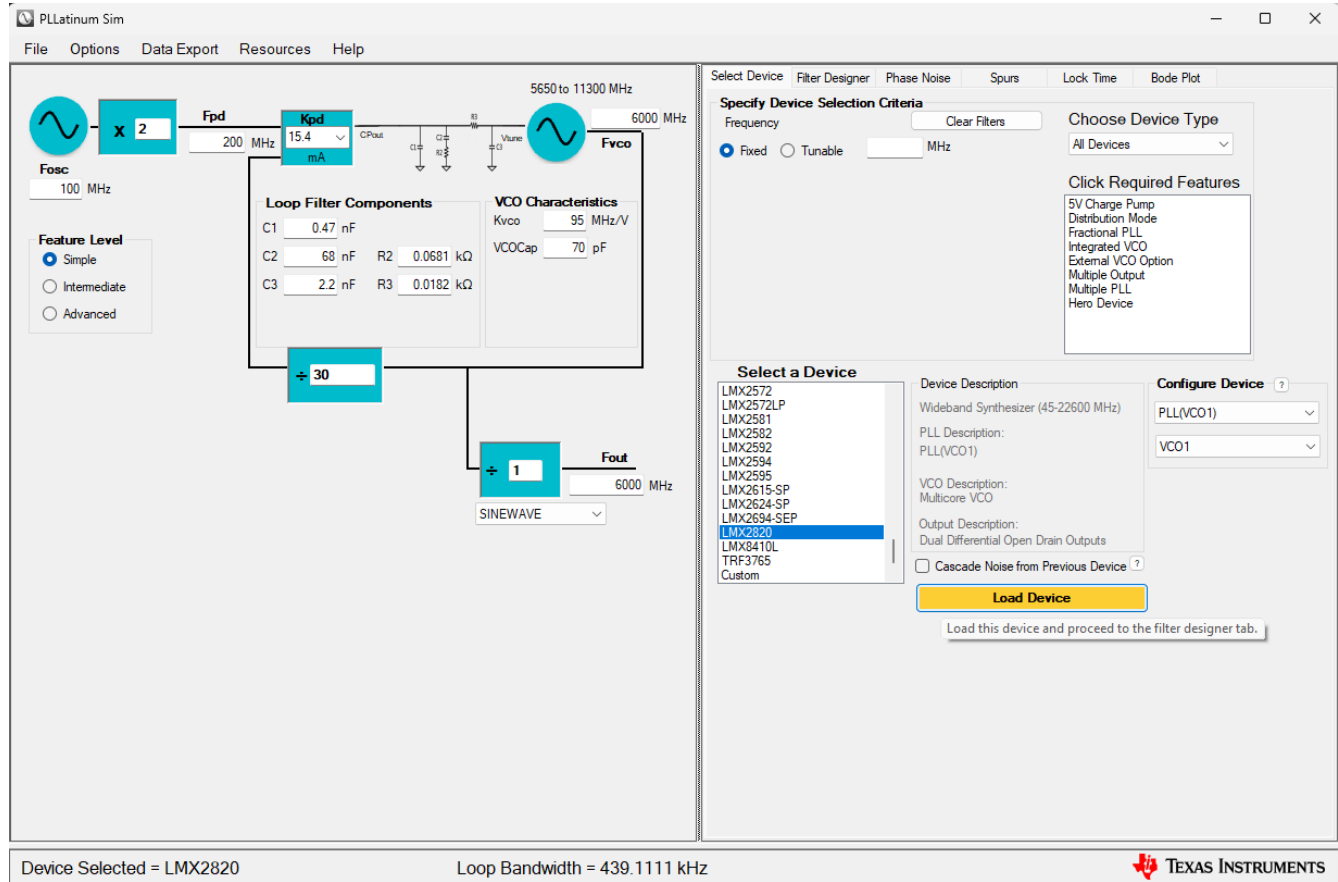

图 10-1. 选择 LMX2820 并将其加载到 PLLatinum Sim 中
1. 在 **选择器件** 框中选择所需的时钟，然后单击 **加载器件** 按钮，以加载所考虑的时钟，如图 10-1 所示。对于本示例，使用 LMX2820。